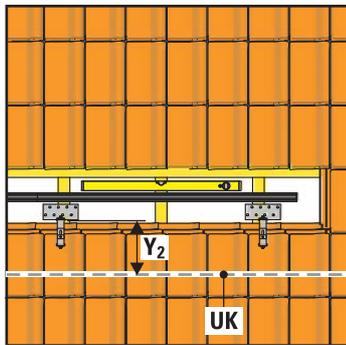
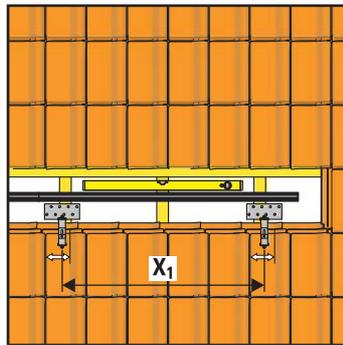

Fig. 3-6 Disporre i ganci da tetto del bordo inferiore progettato del collettore alla distanza  $Y_2$
Fig. 3-7 Determinazione della posizione di montaggio dei ganci da tetto
4. Determinare i punti di montaggio dei ganci da tetto. Distribuire i ganci da tetto uniformemente sotto la guida profilata per il montaggio (fig. 3-6 e fig. 3-7).